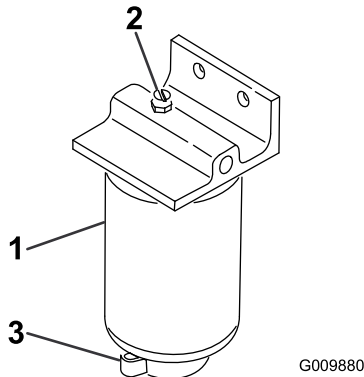

Bild 58
3. Lösen Sie das Ablassventil an der Unterseite der Filterglocke (Bild 58).
2. Reinigen Sie den Anbaubereich der Filterglocke (Bild 58).